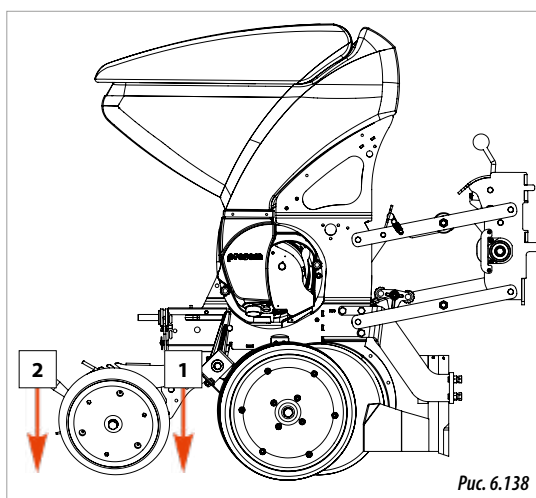

Рис. 6.138
- ПОЛУПОВЕРХНОСТНОЕ ВНЕСЕНИЕ (1, рис. 6.138).
- ПОВЕРХНОСТНОЕ ВНЕСЕНИЕ (2, рис. 6.138).